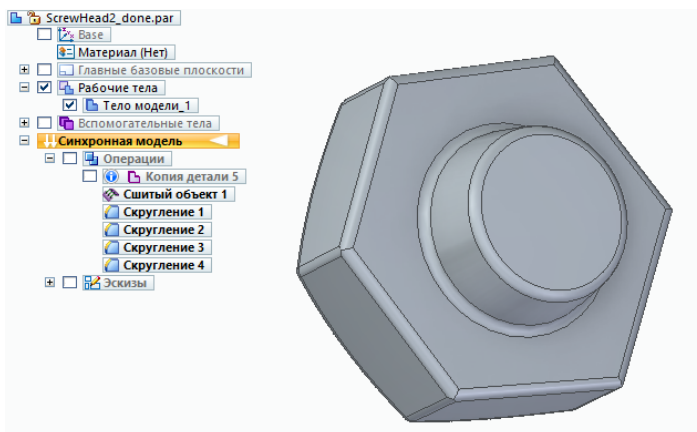

Рис. 2.9. Окончательный результат восстановления геометрии (твердое тело)
5. Создадим результирующее твердое тело и построим скругления, см. рис. 2.9.